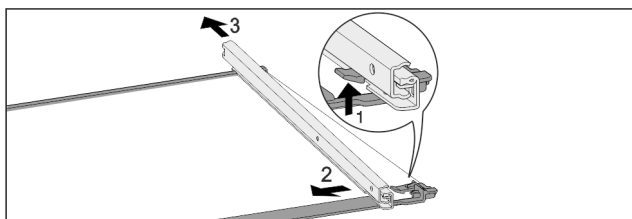

Fig. 104 Steklena plošča z vodili
- ▶ Sprednji zaskočni kaveljček potisnite navzgor. Fig. 104 (1)
- ▶ Izvlačno vodilo potisnite Fig. 104 (2) na stran Fig. 104 (3) in nazaj.